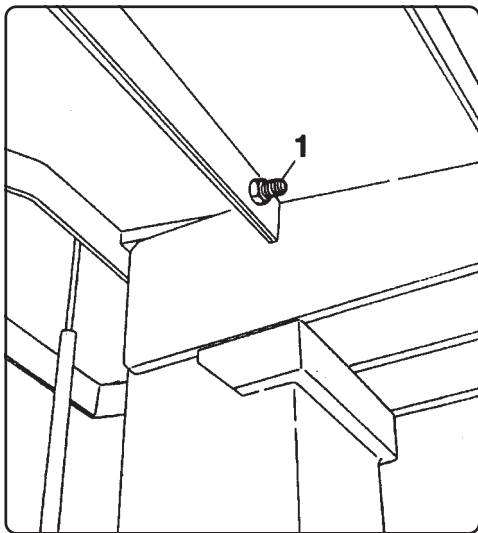
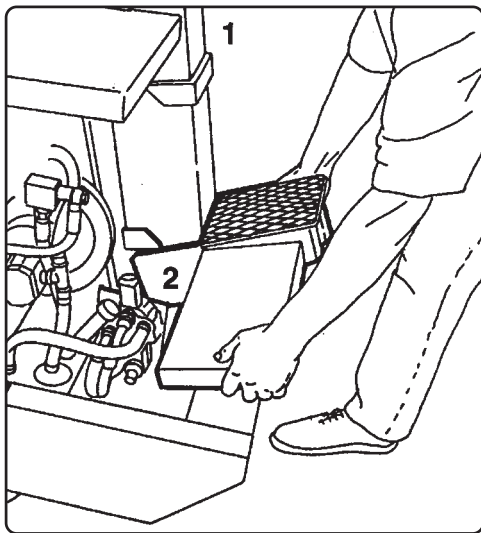

Fig. 6
Fig. 7
- 1) Posizionare lo spaccalegna in paino con l'incudine ben inserito nella propria sede superiore (1 Fig. 7). Controllare che il bullone di fissaggio sotto il piano di lavoro (solo per 700/900), sia ben serrato (1 Fig. 6). Qualora si volesse avere una maggiore distanza tra il coltello ed il piano di lavoro, controllare che quest'ultimo, nella posizione inferiore (2 Fig.), sia in battuta contro il montante della macchina.
Nei mod. 700 e 900, è possibile aumentare la massima altezza di taglio, semplicemente togliendo la vite (1 Fig. 6) e spostando l'incudine dalla posizione 1 alla posizione 2 (Fig. 7). Controllare che il piano di lavoro sia a battuta contro il montante della macchina.
Ripristinando l'incudine alla posizione di partenza, ricordarsi di reinserire la vite e dado di bloccaggio (1 Fig. 6).